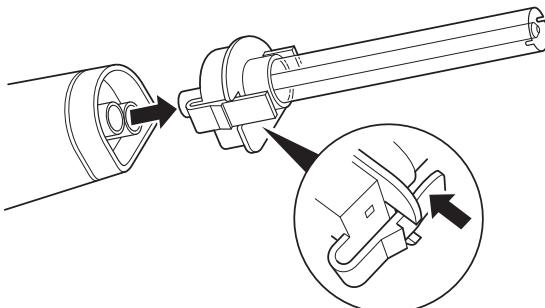

Figura 2 – Para retirar el conjunto de la punta
- Presione el mecanismo de cierre del conjunto de la punta y retire el conjunto de la punta de la pieza de mano (figura 2).